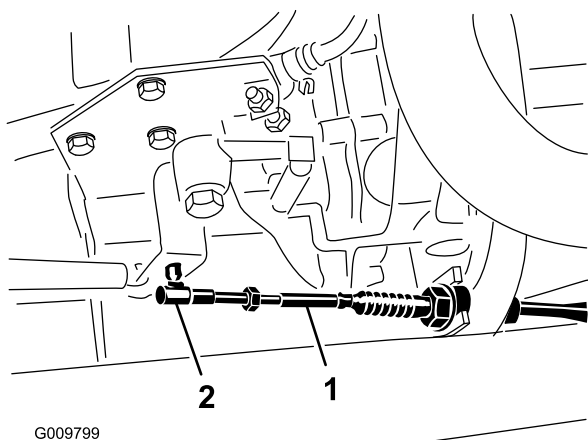
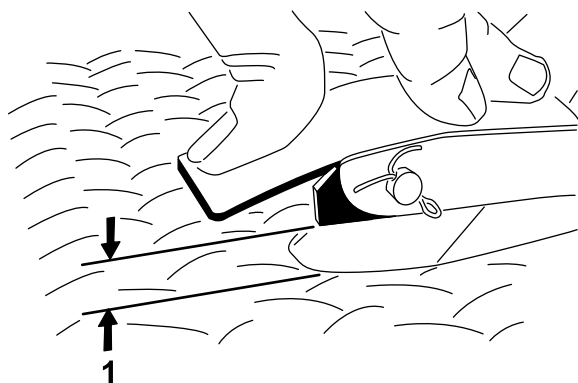

Figura 71
Figura 72
2. Ajuste a rótula do cabo de acelerador (Figura 71) para permitir uma folga de 2,54 a 6,35 mm entre o pedal de acelerador e a parte superior da chapa do piso (Figura 72), aplicando uma força de 11,3 kg ao centro do pedal. Aperte a porca de bloqueio.